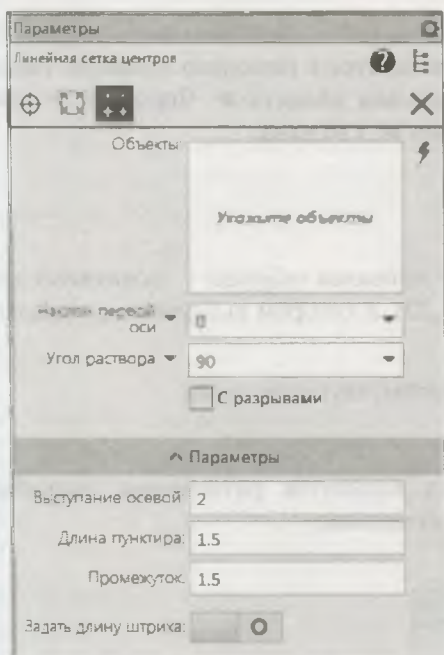

Рис. 13.18. Панель **Параметры: Линейная сетка центров**
- ◆ нажмите на кнопку **Линейная сетка центров**. На панели **Параметры: Линейная сетка центров** (рис. 13.18), если необходимо, задайте в полях **Наклон первой оси** и **Угол раствора** необходимые числовые параметры;